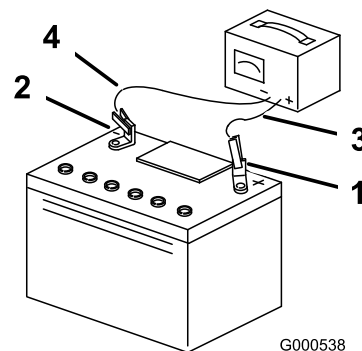

Figura 58
3. Quando a bateria estiver totalmente carregada, desligue o carregador da tomada elétrica e em seguida desligue os cabos do carregador dos bornes da bateria (Figura 58).